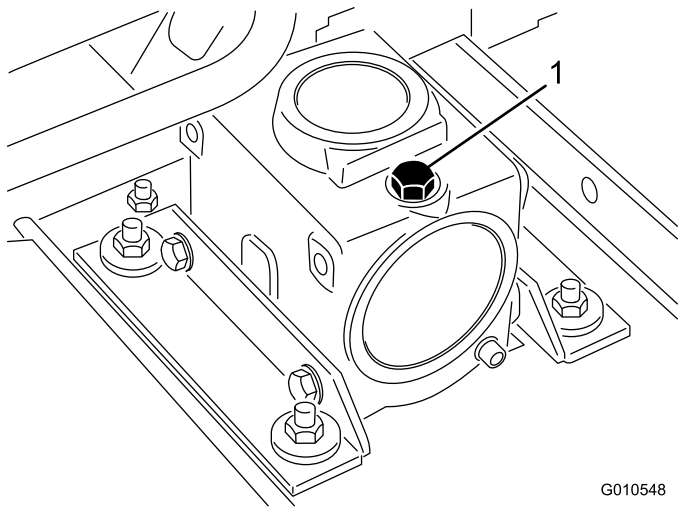

Figura 24
2. Coloque la máquina y la unidad de corte en una superficie nivelada y baje la unidad de corte. Retire la varilla/ tapón de llenado de la parte superior de la caja de engranajes (Figura 24) y asegúrese de que el lubricante está entre las marcas de la varilla. Si el nivel de lubricante es bajo, añada suficiente lubricante SAE 80-90 para que el nivel quede entre las marcas. La capacidad de la caja de engranajes es de 283 ml.